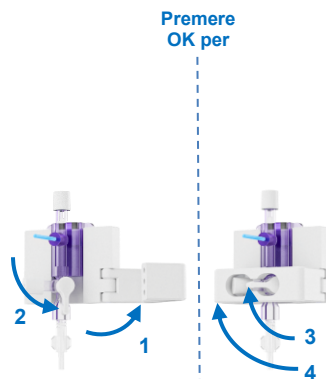

Figura 23 Azzeramento del sensore di pressione
- Aprire la staffa del supporto del sensore di pressione per accedere alla valvola del sensore di pressione (Figura 23; passaggio 1). Come indicato sul display, girare la valvola del sensore di pressione verso il basso per aprire il sensore e misurare la pressione atmosferica (passaggio 2).
- Riportare la valvola del sensore di pressione in posizione orizzontale (vedere la Figura 23; passaggio 3) e chiudere la staffa del supporto del sensore di pressione per proteggere la valvola dall'apertura involontaria (passaggio 4). Premere OK sull'unità pompa per continuare.
- Se il Kidney Assist non è in grado di determinare se il sensore di pressione è collegato correttamente al circuito di perfusione, controllare se la valvola del sensore di pressione è in posizione orizzontale (Figura 23, passaggio 3). Se la valvola del sensore di pressione è in posizione orizzontale, premere OK.